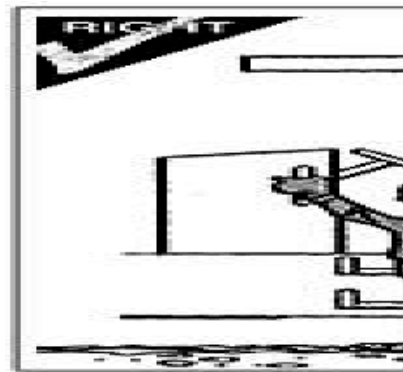

Рис. 1-6
1.3.4.5 Запрещено подниматься на машину или спускаться с нее во время движения. При посадке и высадке следует использовать поручни и лестницу. (Рис. 1-6) Запрещено использовать машину для перевозки людей.